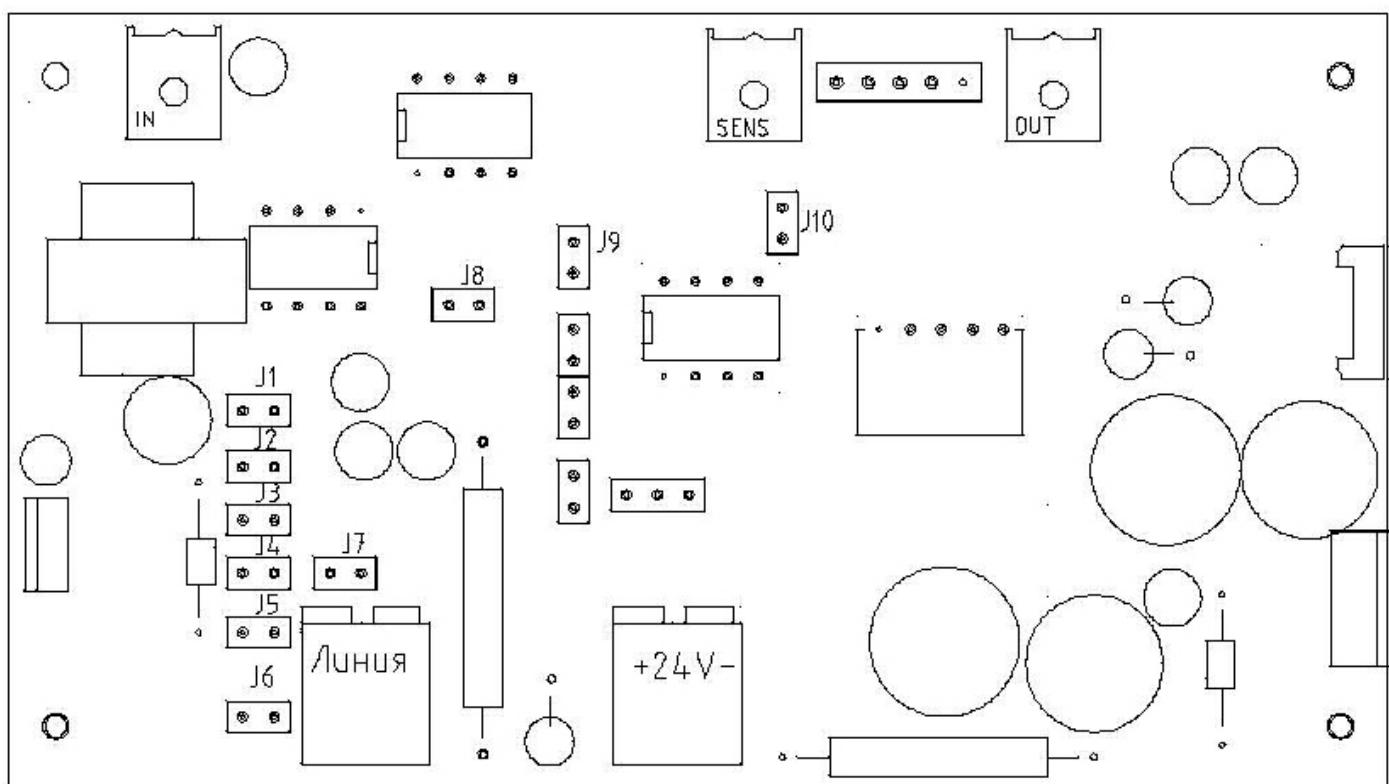

Рисунок 5.1. Расположение элементов регулировки и перемычки на плате прибора GC-4017M3 .A
5.1 Подключение проводов линии связи, источника питания к пульту осуществляется на клеммы, расположенные внутри пульта(рисунок 5.1)